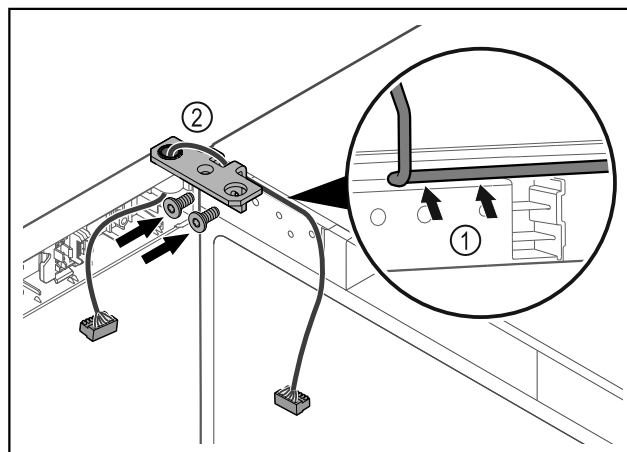

Fig. 57
- ▶ Sæt kablet gennem hængselvinklens udsparring, og træk det forsigtigt Fig. 57 (1).
- ▶ Skru hængselvinklen Fig. 57 (2) på.